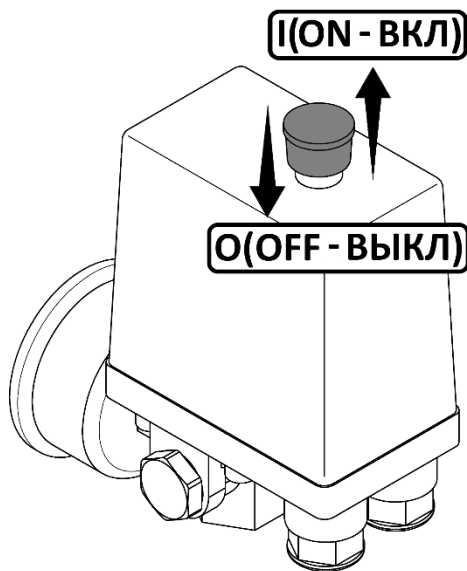

Рисунок 6
- Проверьте, чтобы выключатель на реле давления находился в выключенном положении "O" (рисунок 6).
- Включите компрессор выключателем на реле давления и сразу же выключите. Для этого необходимо переключить выключатель в положение "I" (рисунок 6). Кнопка выключателя имеет фиксированные положения
- Переключите выключатель на прессостате в положение "**О**" или "**OFF**", в зависимости от исполнения (рисунок 6).